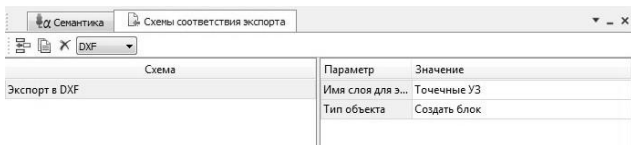

Рис. 42 Создание схемы соответствия
2. Нажмите кнопку **Создать схему** и введите имя новой схемы соответствия **Экспорт в DXF** (рис. 42).